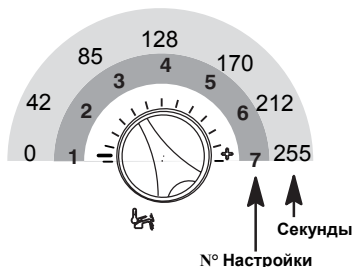

Fig. 2.34
- 7 Для изменения настройки повернуть рукоятку регулирования температуры ГВС в Fig. 2.34 и установить на выбранное время (на иллюстрации пример рукоятка установлена на Частоту включения 1 минута и 25 секунд), при этом быстро мигает индикаторная лампа блокирования..